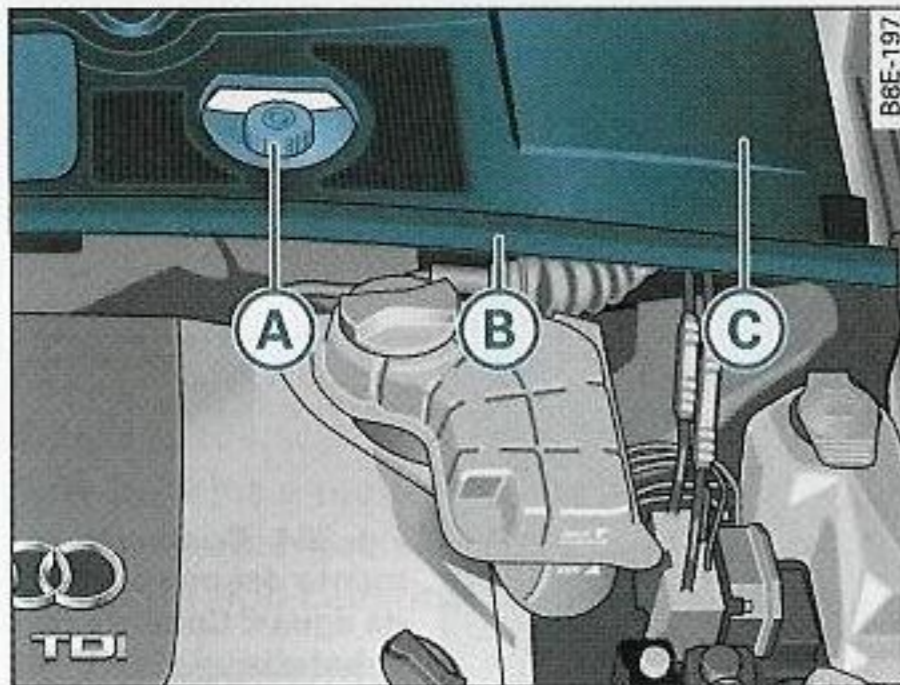

Fig. 233 Compartimento del motor: Depósito del líquido de frenos
- Tire un poco de la goma de la junta ⇒ fig. 233 (B) y levante un poco la cubierta (C).
- Verifique el nivel del líquido de frenos en el depósito del líquido de frenos (A). El nivel debe hallarse siempre entre las marcas "MIN" y "MAX".